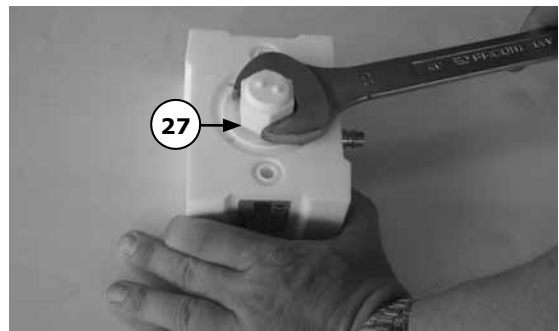

Abbildung 11
**Hinweis:** Nur das Werkzeug für die Ventilabdeckung (09) bei Modell VA-P15 unterscheidet sich.
Schrauben Sie beide Endkappen des Luftventils (27) mit Hilfe des Spezialwerkzeugs ab (siehe Abbildung 11).
Entfernen Sie die Endkappen, das Hauptventil und die Luftventilachse aus dem Luftventil (27). Schrauben Sie eine Endkappe bündig in das Mittelgehäuse (01). Verwenden Sie dazu das Spezialwerkzeug (siehe Abbildung 11). Setzen Sie einen der sechs O-Ringe des Luftventilgehäuses (Teil von 27) in die Endkappe ein.
Legen Sie den letzten O-Ring des Luftventilgehäuses auf das Ventil und schrauben Sie die zweite Endkappe ein, bis sie bündig mit dem Mittelgehäuse fluchtet. Verwenden Sie hierfür das Spezialwerkzeug (siehe Abbildung 11). Schrauben Sie das Mittelgehäuse (04) in die Bodenverbindung (bei Standardpumpen) des Mittelgehäuses (01). Schrauben Sie Dämpfer (07) und Anschlußstück des Luftenlasses (05) in das Mittelgehäuse. Nur bei den Modellen VA-P15 bis VA-P50: Setzen Sie die O-Ringe der Membranachse (20) in die Nut des Mittelgehäuses ein, indem Sie sie mit einer feststellbaren Rundzange in Nierenform biegen (siehe